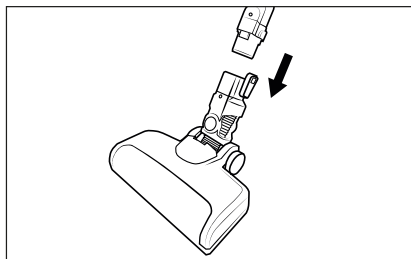

Fig. 2
- 2) Glissez le tube d'aspiration **23** dans la brosse de sol **21** jusqu'à ce qu'il s'enclenche de manière audible avec un clic (voir fig. 2).